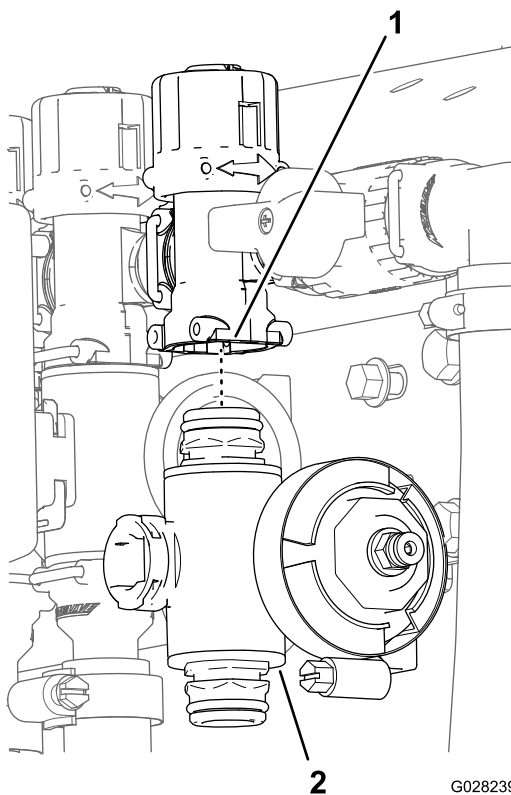

Bild 75
3. Entfernen Sie für die linken oder rechten Abschnittventile die Bundkopfschrauben und Sicherungsbundmutter, mit denen die Abschnittventile an der Ventilbefestigung befestigt sind. Entfernen Sie die Ventilverteiler für das mittlere Abschnittsventil von der Maschine; entfernen Sie den Abschnittsventilverteiler von der Maschine (Bild 75).